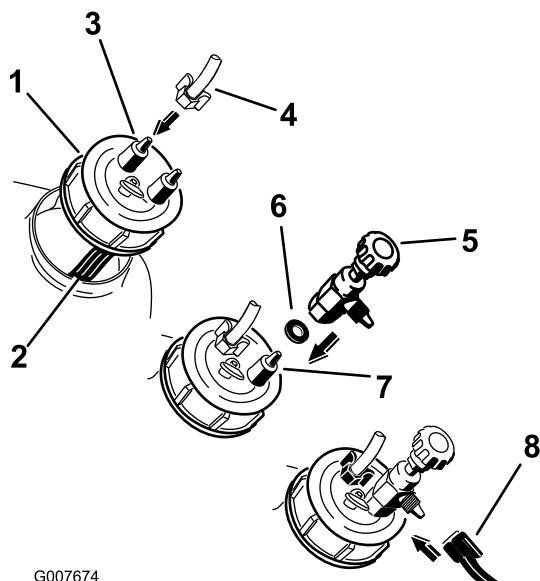

Figura 15
- Instale o tubo de 3 pés e válvula reguladora da tampa na tampa preta (Figura 15).